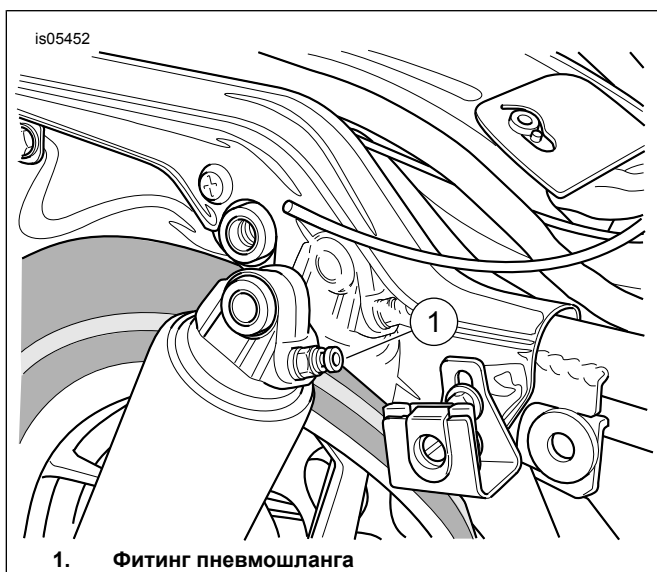
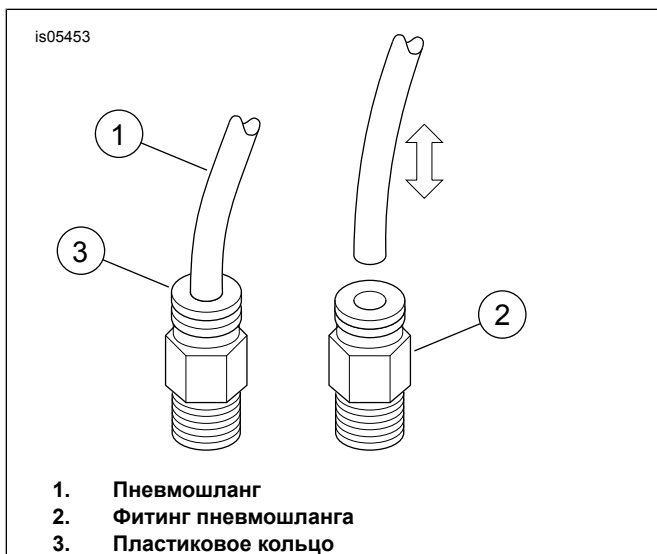

Рисунок 1. Задний амортизатор
Рисунок 2. Снятие и установка пневмошланга
7. См. Рисунок 1 и Рисунок 2. Отсоедините пневмошланги от фитингов пневмошлангов амортизатора.